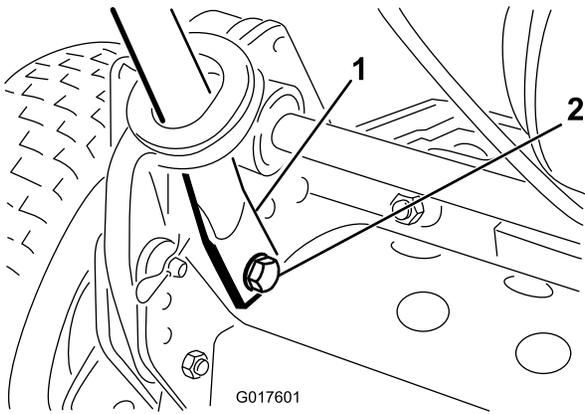

図 3
4. ハンドルの端を内側にたわめながら、取り付けピンに通す（図 3）。
5. 付属のボルトとワッシャとロックワッシャを使って、ハンドルの端部を取り付けピンに固定する（図 3）。
6. 先ほど外したボルトとロックワッシャを使って、ハンドル・アームの下部を機体の左右に固定する（図 3）。ハンドル・アームの取り付け穴にブッシュを入れるのを忘れないこと。
7. 先ほど取り外したヘアピン・コッターとリング・ピンを使ってハンドル・アームをフレームに固定する（図 3）。